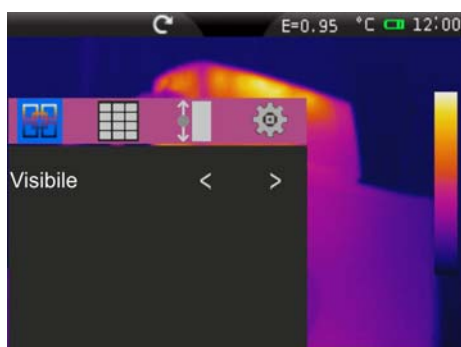

Fig. 42: Impostazione e visualizzazione immagine visibile
- **Visibile** → Visualizzazione sola immagine visibile (vedere Fig. 42)